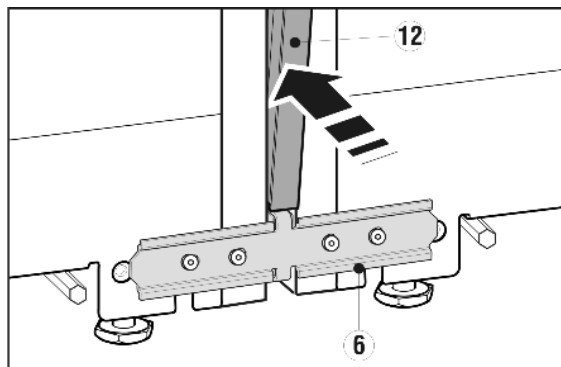

Fig. 7
Antes de colocarla, presione los dos listones de la tira tapajunta Fig. 7 (12) el uno contra el otro en toda su longitud. De esta forma resulta más fácil introducir la regleta en la ranura. Utilice un paño suave para aplicar presión en la regleta; de esta manera evitará la aparición de abolladuras en la superficie de la tira tapajunta. Introduzca la regleta en la ranura con cuidado y manteniéndola recta para lograr una unión óptima.
- ▶ En la parte delantera, presione la tira tapajunta Fig. 7 (12) larga hacia el interior de la ranura vertical. Procure que la regleta descansa sobre la escuadra de fijación Fig. 7 (6).